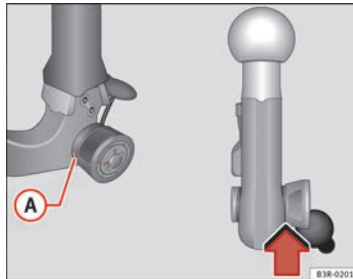

Abb. 160 Abnehmbare Anhängervorrichtung: Sicherheitsüberprüfung
- Überprüfen Sie, ob sich die grüne Markierung **A** ⇒ Abb. 160 am Handrad im Bereich der schwarzen Kennzeichnung an der Kugelstange befindet.